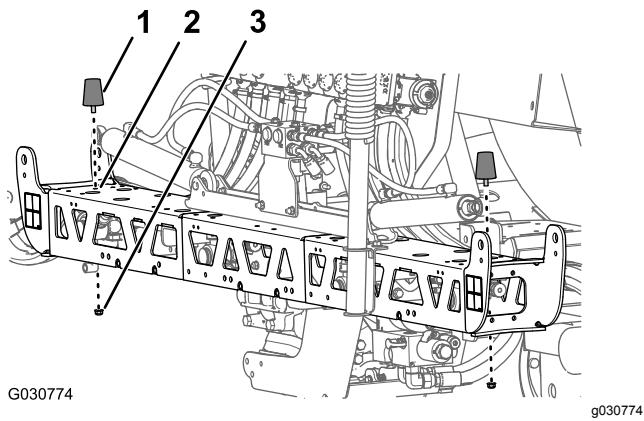

Bild 131
- Fluchten Sie den Gewindegelenk der Stoßstange, den Sie in Schritt 4 in Entfernen der Auslegerwiege \(Seite 39\) entfernt haben, durch das mittlere Loch am Ende der oberen Platte des mittleren Auslegerabschnitts aus (Bild 131).